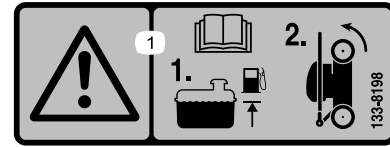

Figura 20
1. Asegúrese de que el nivel de combustible del depósito de combustible no sobrepasa lo recomendado por el fabricante del motor; consulte la pegatina del fabricante del motor, situada en el motor (Figura 20).